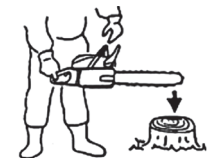

Рис. 3
- 2) Утримуючи пиляльний ланцюг в горизонтальному положенні, зніміть руку з передньої рукоятки, штовхніть кінцем напрямної шини колоду або шматок дерева (Рис. 3) і перевірте роботу гальма. Робочий рівень змінюється залежно від розміру шини.